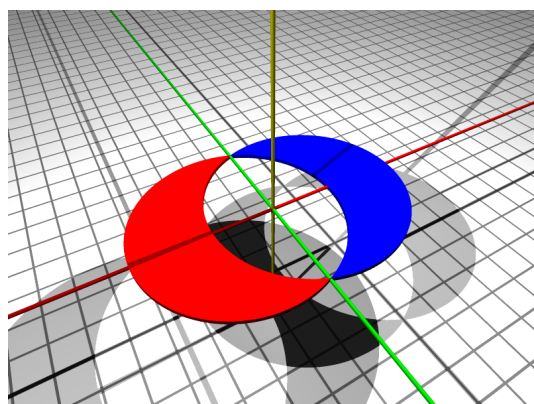

FIGURE 13: Créer la lunule symétrique.
- Créer une deuxième lunule de l'autre couleur, et la faire tourner de 180 degrés par rapport à l'axe vertical (figure 13).